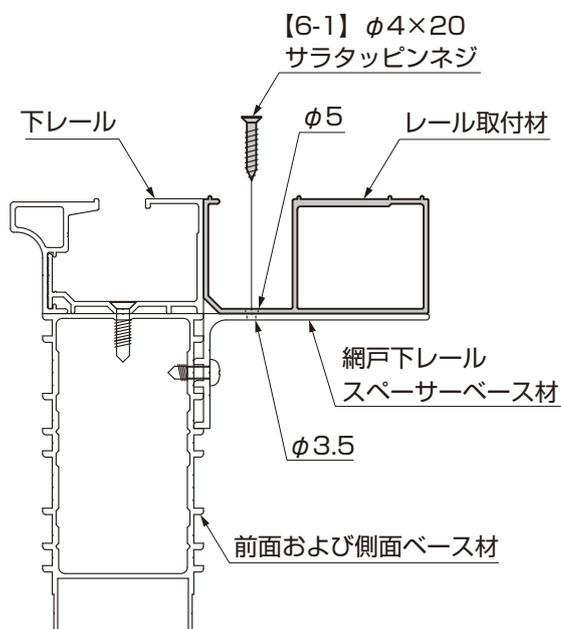

図4-3
- ベース材施工の場合は、網戸下レールベース材にφ3.5の下穴 (φ5の写し穴) 加工をしてください。S6フィッシャープラグ (※1) は不要です。(図4-3参照)